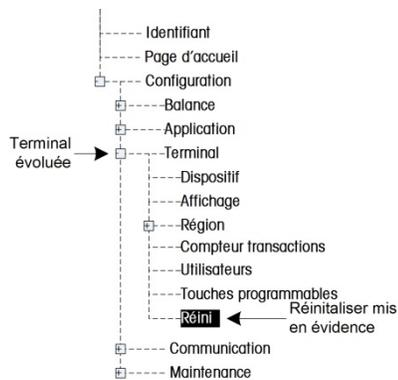

Figure 3-25 : Menu arborescent de configuration – Réinitialisation
1. Appuyez sur la touche programmable CONFIGURER.  Le menu arborescent de configuration s'affiche (voir la Figure 3-25).